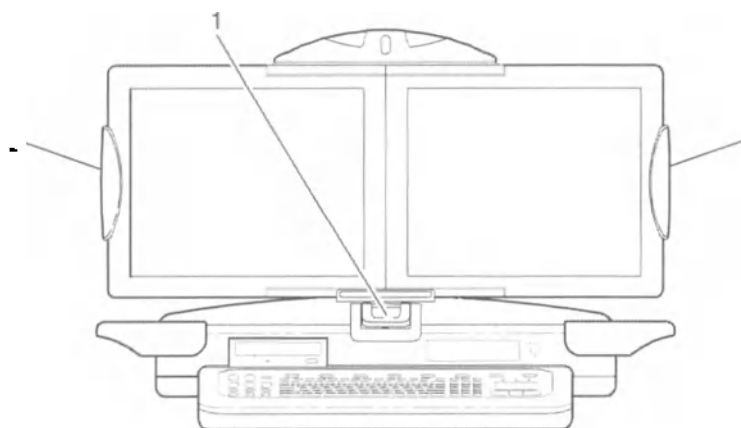

Рисунок 2-4. Позиционирование мониторов
3. Используя рукоятки монитора, разместить мониторы лицевой частью вперед и зафиксировать их при помощи замков (см. Рисунок 2-4). Следить за руками и пальцами при креплении монитора, чтобы избежать защемления.